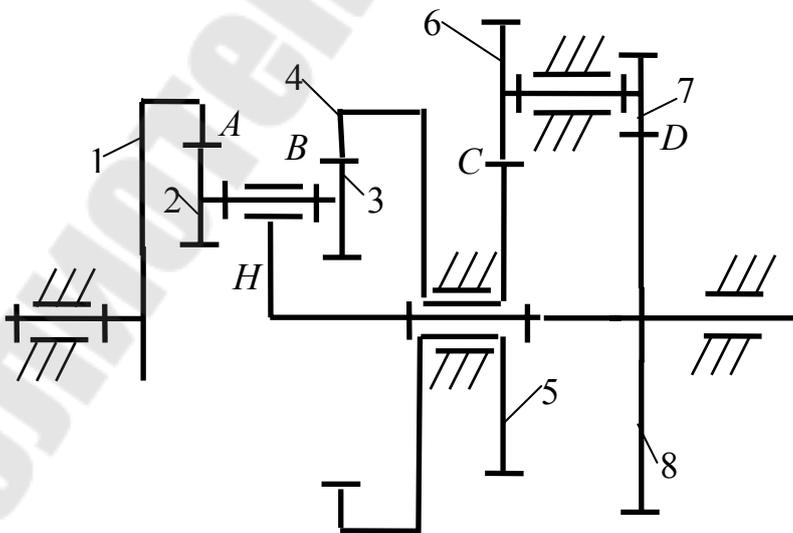

Рис. 5.3
3. Определить угловые скорости звеньев замкнутого дифференциального механизма (рис.5.3), если угловая скорость зубчатого колеса 1 равна  $\omega = 100 \text{ с}^{-1}$ . Исходные данные приведены в табл. 5.3.